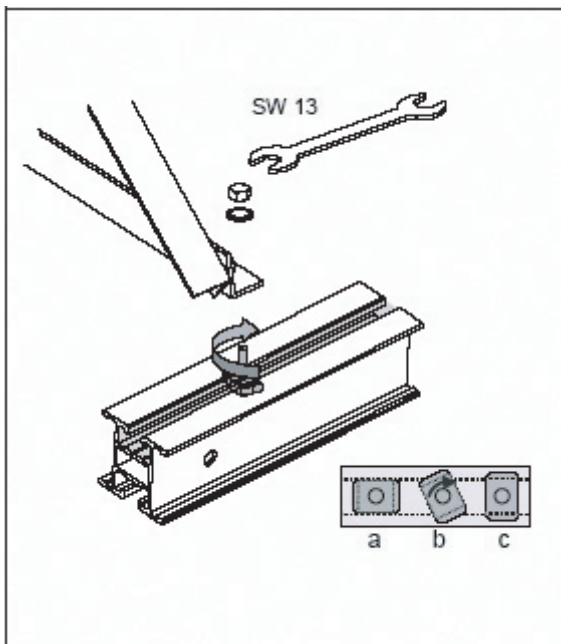

Рис. 17: Монтаж при помощи болтов с фасонной головкой.
- треугольную опору привинтите к Н-профиль при помощи болтов с фасонной головкой, веерообразных шайб и гаек. Болты с фасонным концом зафиксируйте в Н-профиле, повернув на 90° (см. рис. 17).